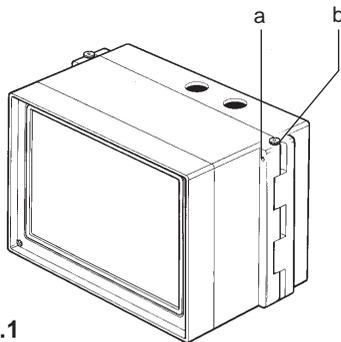

Рис.1
1. Отдайте винты 'a' (Рис. 1).